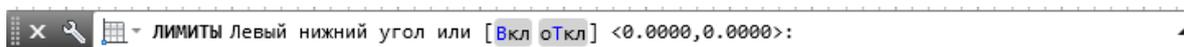
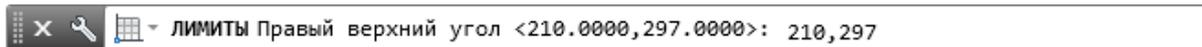

Рисунок 3 – Ввод команды "Лимиты"
Рисунок 4 – Задание параметры листа (210x297 мм)
3.2 После открытия программы AutoCAD 2016 настраиваем форматы листа. В командной строке вводим команду "Лимиты" (рисунок 3) и задаем параметры листа А4 (рисунок 4).